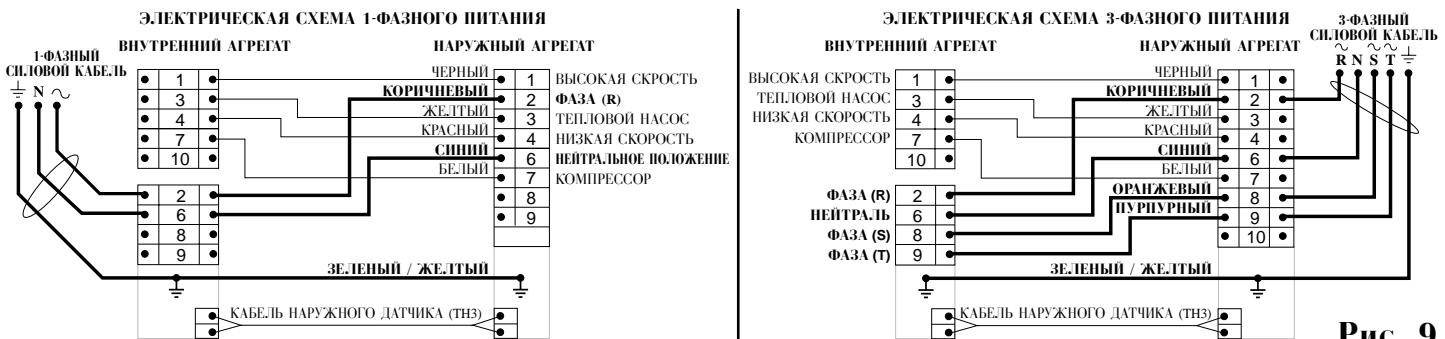

Рис. 9
- Установите настенный пульт ① на расстоянии до 8 м от распределительной коробки. Выберите такое место, чтобы команды управления можно было подавать отовсюду комнате.
- Присоедините провод ② одним концом к настенному пульту, а вторым - к месту распределительной коробке, помеченному DISPLAY (ДИСПЛЕЙ).
- Подключите электрический кабель, соединяющий внутренний и наружные агрегаты к соответствующим клеммам. Зачистите каждый провод на длину 8 мм и отверткой закрепите провода в клеммах. Следите за тем, чтобы провода были подсоединенены в соответствии с цветовыми обозначениями, приведенными на рис. 9.
- Подключите провод наружного датчика ① к клемме, обозначенной "TH3". Выведите его из распределительной коробки вместе с электрическим кабелем при помощи зажима кабеля.
- Подсоедините провода к клеммному блоку в соответствии с цветовыми обозначениями, приведенными на рис. 9.